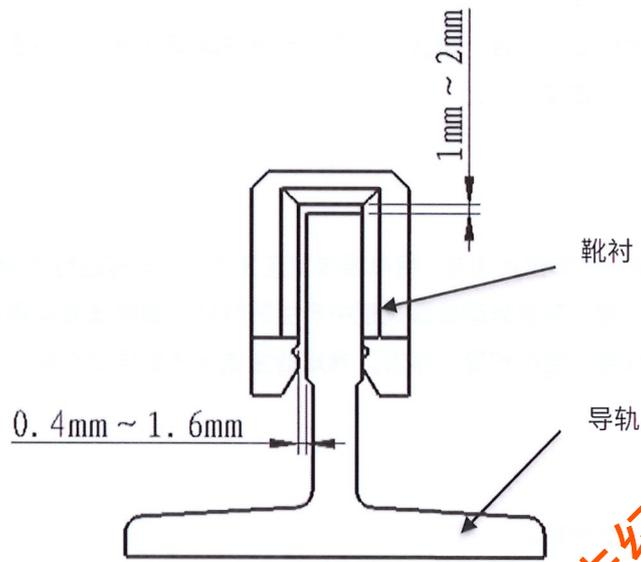

图 1
- a) 当靴衬两侧面中的一个侧面与导轨贴合时，靴衬的另一侧面与导轨间隙要求为 0.4mm~1.6mm，见图 1。
- b) 当任一侧面靴衬与该侧导轨顶面贴合时，另一侧导轨顶面与另一侧的靴衬的间隙要求为 1mm~2mm，见图 1。